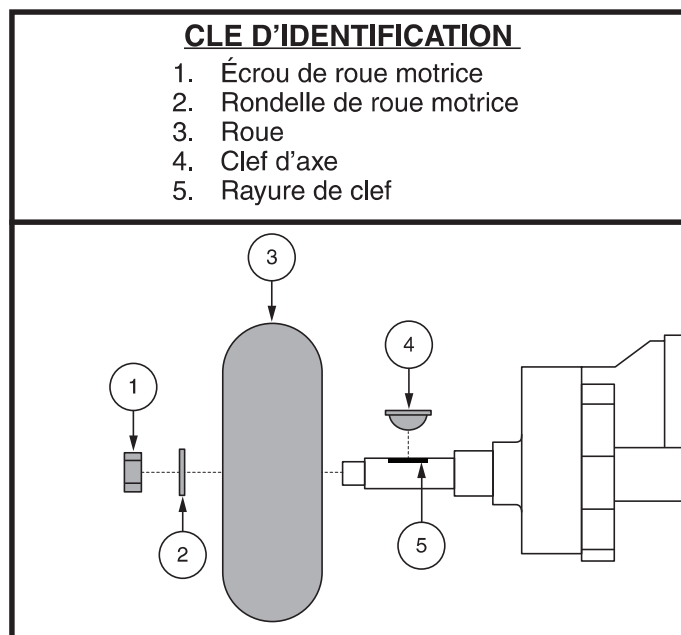

Figure 22. Enlèvement de la roue motrice à âme pleine
3. Enlever le l'écrou et la rondelle de roue motrice sur l'essieu. **Voir la figure 22.**